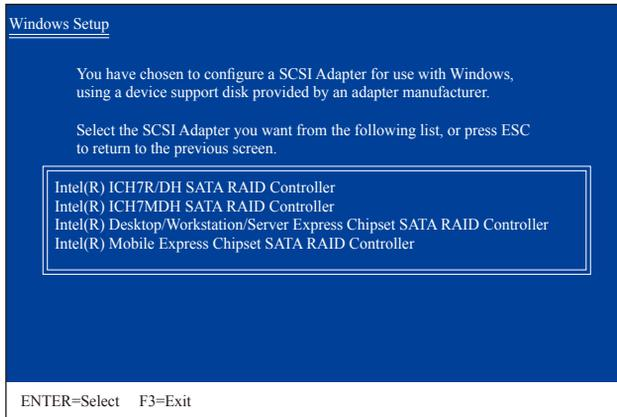

图1
放入存有SATA RAID/AHCI驱动程序的磁片并按下<Enter>键。当如图1的画面出现时，请选择「Intel(R) Desktop/Workstation/Server Express Chipset SATA RAID Controller」再按<Enter>键，系统会从磁片中下载RAID驱动程序。若设为AHCI模式，请使用键盘的上键移到「Intel(R) Desktop/Workstation/Server Express Chipset SATA AHCI Controller」项目再按<Enter>。